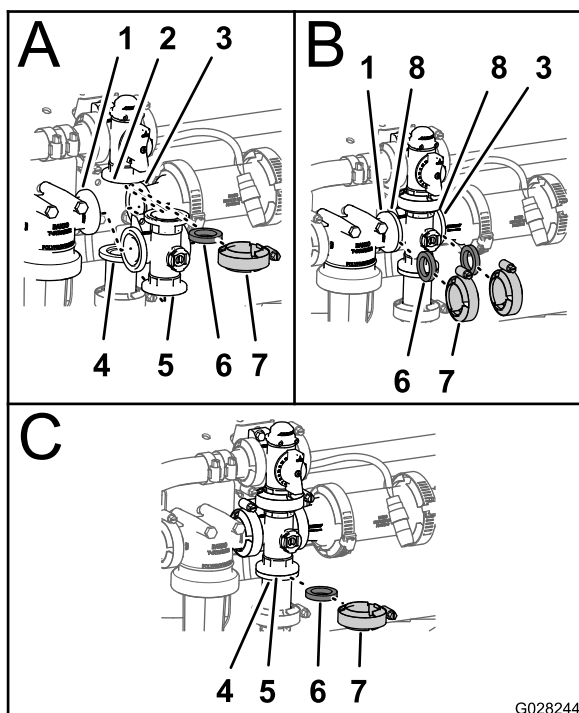

图121
1. 将搅拌旁通阀凸缘、1 个垫片与搅拌阀歧管的端盖接头凸缘对齐 图121。
2. 用夹具组装搅拌旁通阀、垫片和搅拌阀歧管并用手紧固 图121。
3. 在压力式滤清器头的凸缘与搅拌阀歧管之间放1个垫片 图121。
4. 用夹具组装压力式滤清器头、垫片和搅拌阀歧管并用手紧固 图121。
5. 在搅拌阀歧管凸缘与异径管连接头之间放1个垫片 图121。
6. 用夹具组装搅拌阀歧管、垫片和异径管连接头并用手紧固 图121。
7. 在搅拌阀歧管凸缘与搅拌节流阀安装座接头之间放1个垫片 图121。
8. 用夹具组装搅拌阀歧管、垫片和适配器接头并用手紧固 图121。